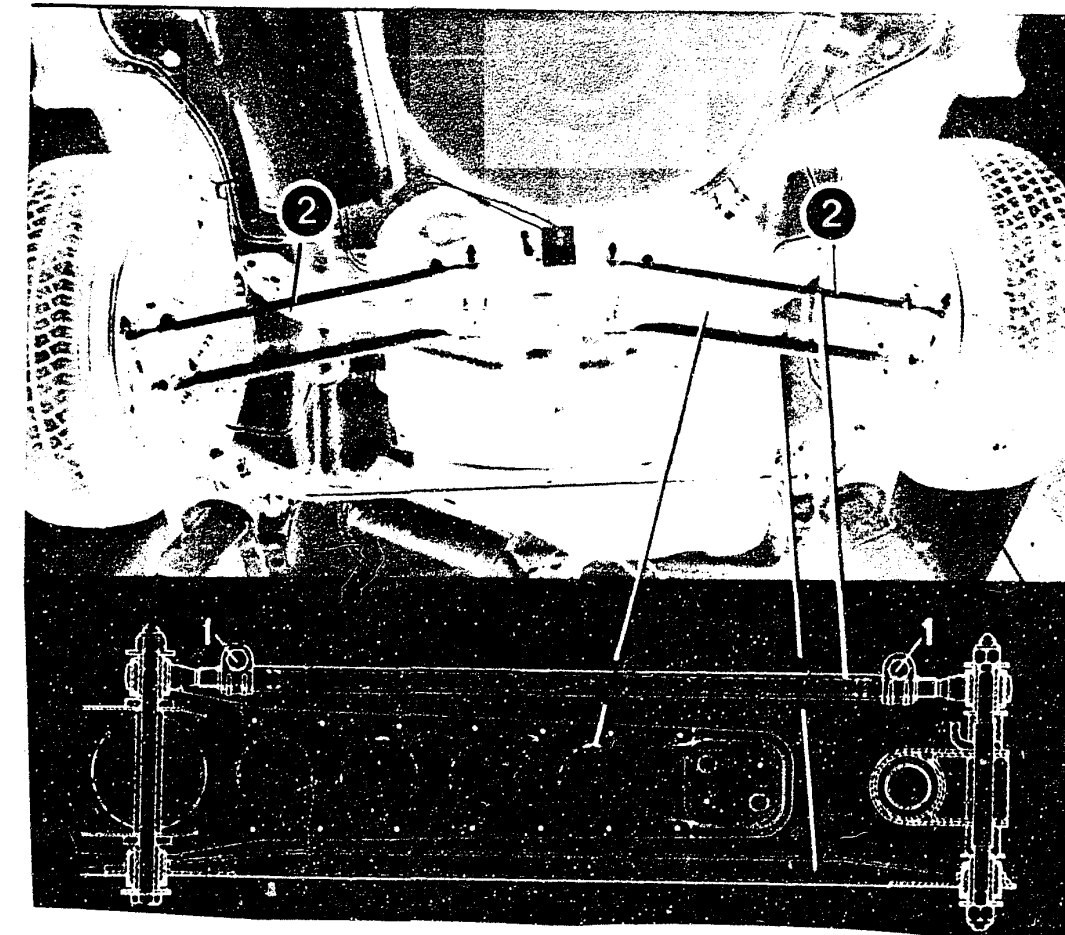

Bild 57 Das Verstellen der Spur an den Hinterrädern erfolgt durch Verdrehen des hinteren Querlenkers (2). 1 = Klemmschellen.
b) An den **Hinterrädern** lassen sich Sturz und Nachlauf ebenfalls nur ausmessen. Die Verstellung der Vorspur erfolgt durch Verkürzen oder Verlängern des hinteren Querlenkers (Bild 57).